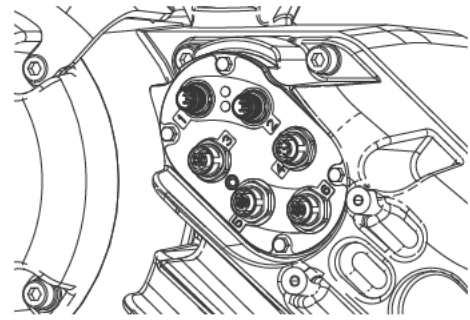

図 27
2. 主切断スイッチ(M) をオフにします。
- a. ドライバーハウジングカバー (HC) を取り外します。
- d. コードグリップ (CG) を通してワイヤを引っ張り、ドライバーハウジングからワイヤを取り外します。
- e. ドライバーの側面のポート 1~6 に接続されたケーブルを取り外します (図 27)。